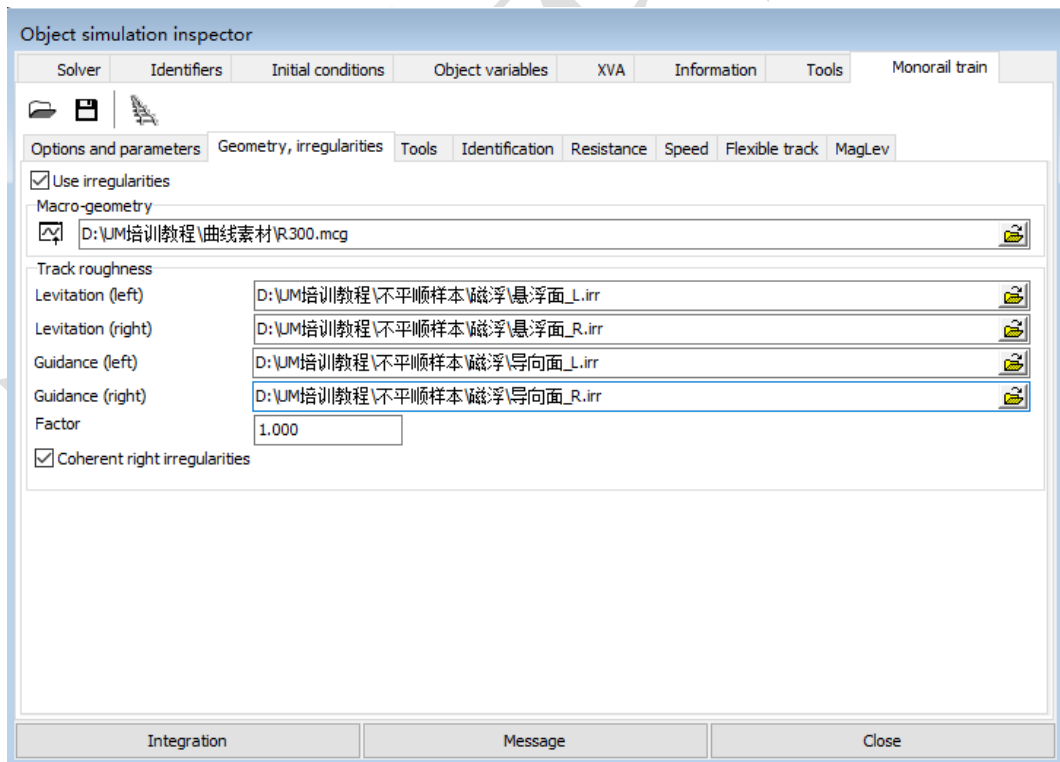

图 3-150
- 4) 切换到 **Geometry, irregularities** 页面，设置轨道线路和不平顺等参数如图 3-150。